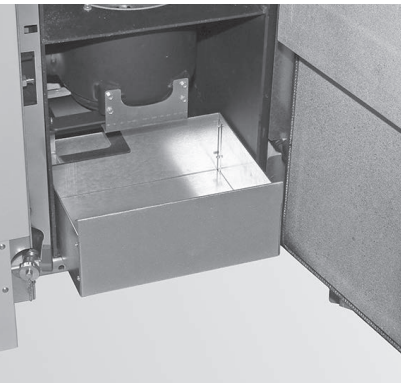

Fig. 38 Aschelade herausnehmen und vorne vor Kessel stellen
- ▶ Aschelade herausnehmen und vorne vor Kessel stellen – Fig. 38.